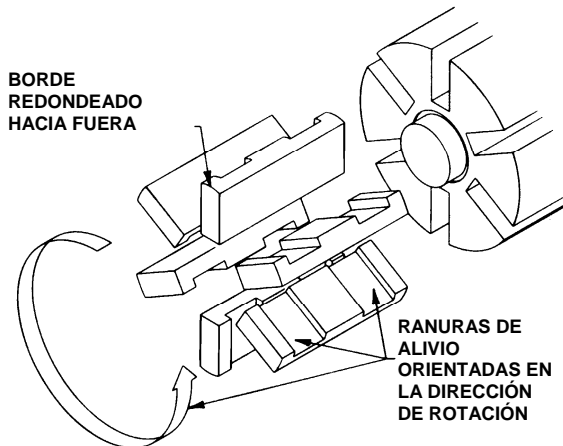

Figura 4 – Reemplazo de las paletas
4. Instale una nueva paleta, asegurándose de que el borde redondeado quede HACIA ARRIBA, y que las ranuras de alivio queden orientadas hacia la dirección de rotación. Consulte la figura 4.
rotor. Inserte las nuevas paletas en las ranuras del rotor, con los bordes redondeados hacia fuera, y las ranuras de alivio orientadas HACIA la dirección de rotación. Consulte la figura 4 en "Reemplazo de las paletas".